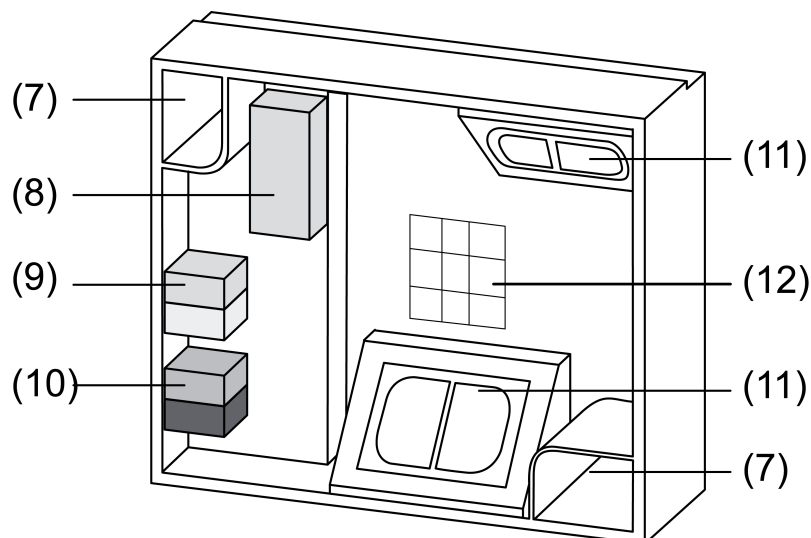

Figure 5: Boîte à bornes ouverte
- Noter l'adresse physique sur les étiquettes adhésives dans la boîte à bornes (12) et dans le couvercle de la boîte à bornes (figure 5).